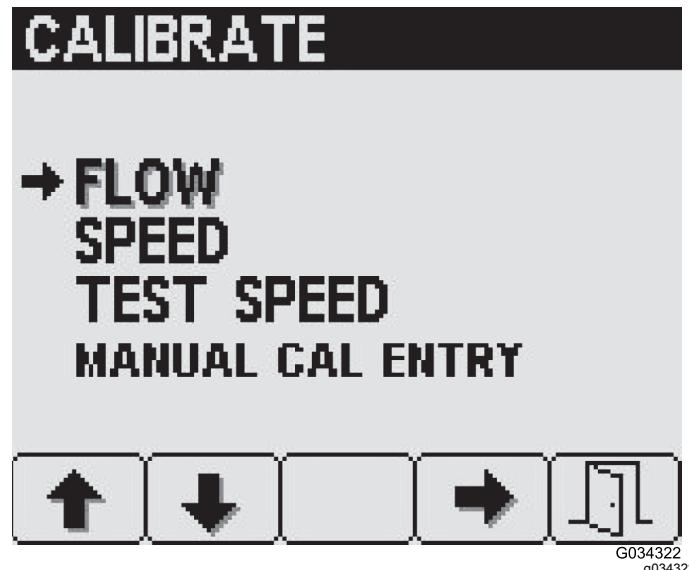

Figura 31
2. Para acceder a la pantalla de Caudal, pulse el botón 4 de la pantalla de Calibrar (Figura 31) para seleccionar Caudal.
- Para acceder a la pantalla de Velocidad, pulse el botón 2 en la pantalla de Calibrar hasta llegar a Velocidad, y luego pulse el botón 4 (Figura 31) para seleccionar Velocidad.